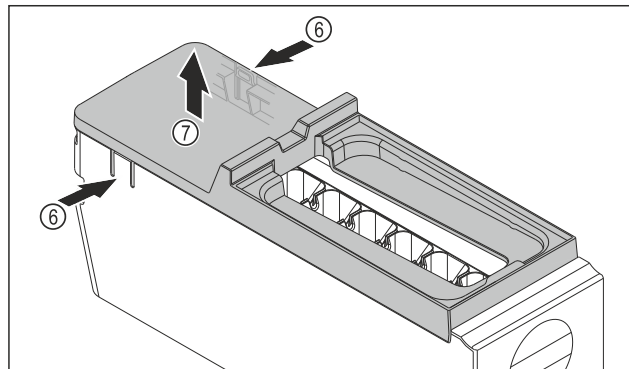

Fig. 142
- Rimuovere la copertura del corpo dell'EasyTwist-Ice: Con una mano, premere le linguette Fig. 142 (6) su entrambi i lati del corpo dell'EasyTwist-Ice.
- Con l'altra mano, estrarre verso l'alto la copertura Fig. 142 (7).